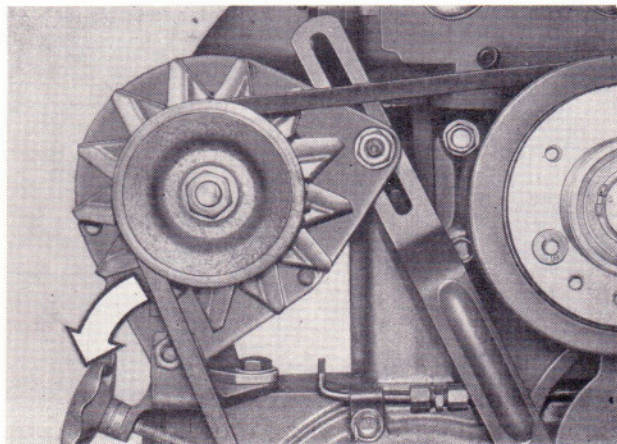

Bild 184
- Durch Schwenken der Lichtmaschine um den Drehpunkt in der Lichtmaschinenhalterung den Keilriemen spannen (Bild 184).